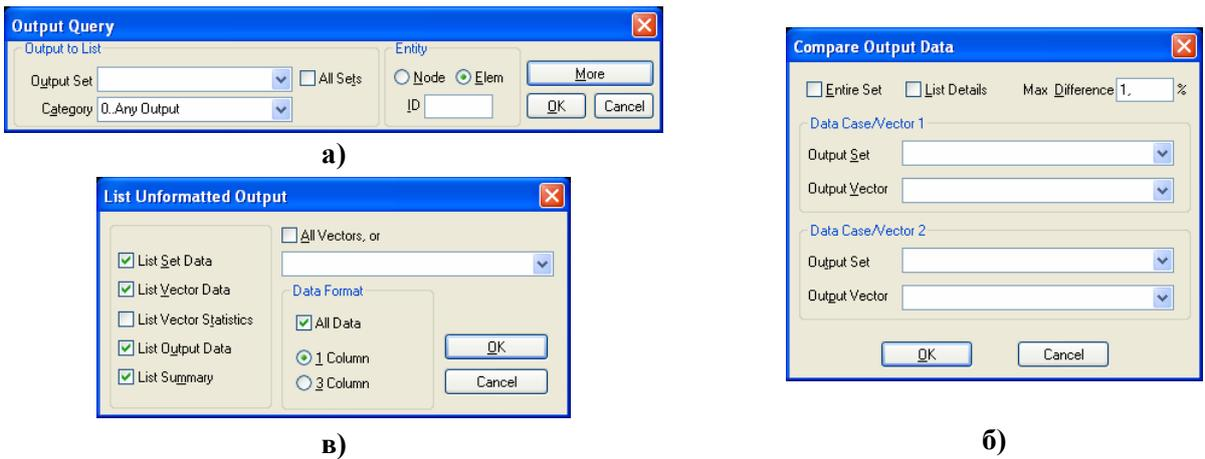

Рис.9.23. Диалоговые панели создания запроса: а) – для одиночного объекта; б) – сравнительного; в) – для вектора, упрощенный формат
- **Query...** (запрос о данных в одиночном объекте) – на диалоговой панели (см. рис.9.23-а) выбирается набор результатов („**All Sets**” – все), категория (все, или перемещение, скорость/ускорение, напряжение ...), объект (узел или КЭ), указывается его номер (**ID**). Кнопка „**More**” позволяет продолжать вывод данных без выхода из диалога;
- **Compare...** (сравнение) – на диалоговой панели (см. рис.9.23-б) выбираются два набора результатов и, если отключить опцию „**Entire Set**” (полный набор) – векторы. Также указывается предельное значение различия (в процентах), которое не будет считаться различием. Можно установить опцию „**List Details**” (детальный вывод). В заключительной строке
- **Unformatted...** (упрощенный вывод) – на диалоговой панели (см. рис.9.23-в) устанавливается опция „**All Vectors**” или выбирается вектор (из текущего набора), а также указываются, какие данные выводить и в какое количество столбцов (1 или 3);